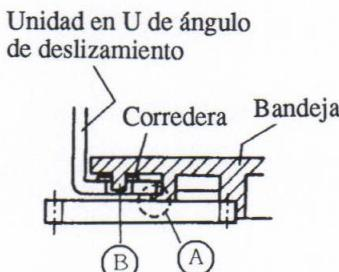

Figura 13
- Colocando la sección A de enganche de la bandeja 1 de forma que encaje en la unidad en U de ángulo de deslizamiento, como se muestra en la figura 13, inserte la sección saliente B de la bandeja 1 en el orificio de la corredera. Al mismo tiempo, acople el engranaje de sincronización y la sección del engranaje de la bandeja 1.